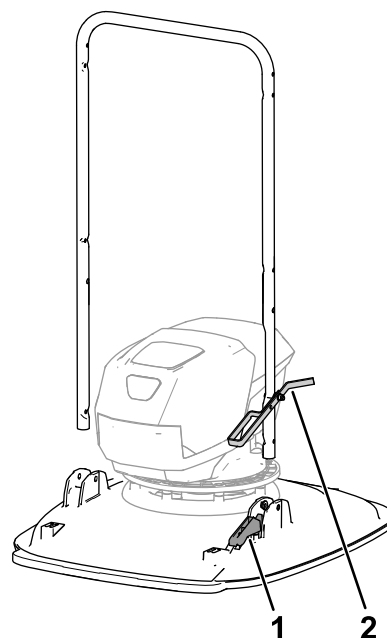

Figur 5
1. Monter to T-føringer i håndtaksflensene på klippeenheten (Figur 5).